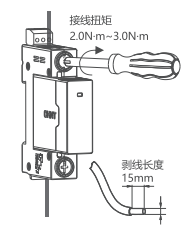

图6 接线方式
5.4 适用于铜导线连接，导线选择见表3，接线方式及剥线长度示意图如图6